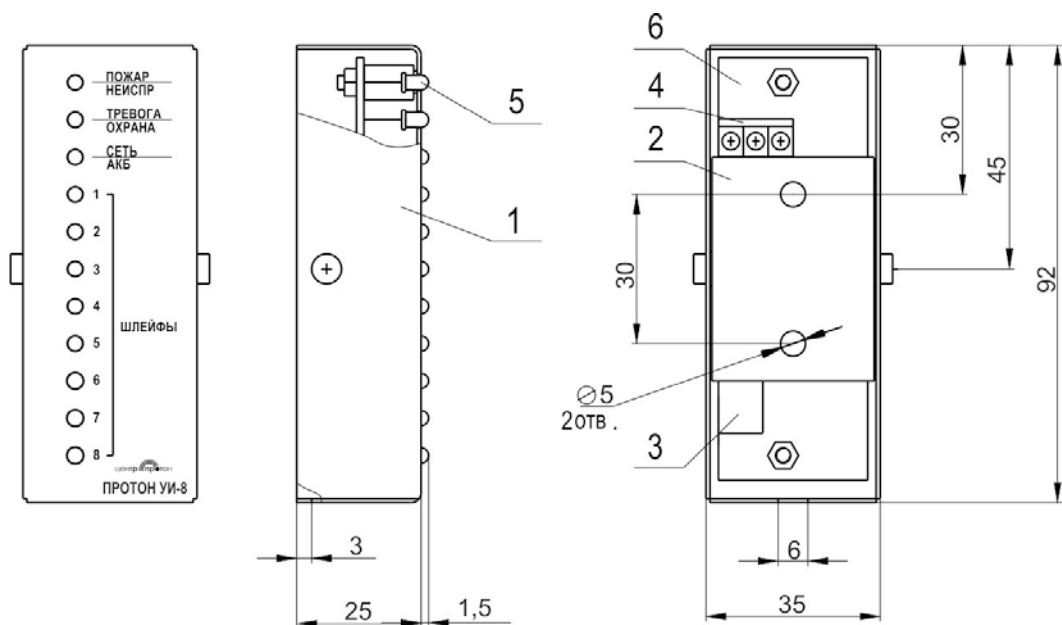

Рисунок 1.2
- 3) произвести разметку крепления, согласно рис.1.2, смонтировать элементы крепления;